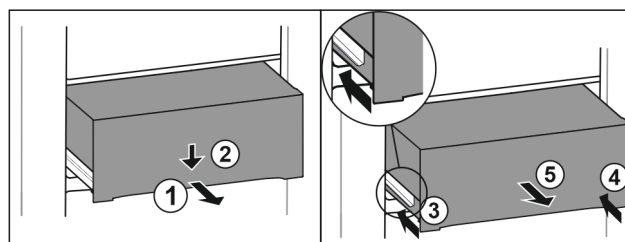

Fig. 169
- Tirer le tiroir jusqu'à mi-chemin. Fig. 169 (1)
- Appuyer sur l'avant du tiroir vers le bas. Fig. 169 (2)
- Insérer le rail gauche d'env. 2 cm. Fig. 169 (3)
- Insérer le rail droit d'env. 2 cm. Fig. 169 (4)
- Retirer le tiroir par l'avant. Fig. 169 (5)